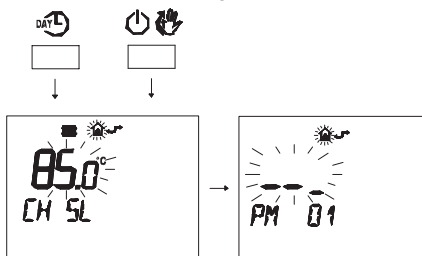

Figura 5.51
- Premere contemporaneamente i pulsanti **DAY** e **ON/OFF** per entrare nella programmazione trasparente (Figura 5.51).